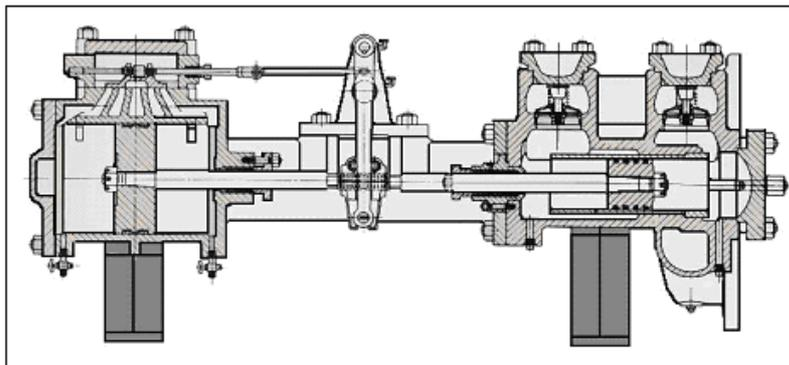

Figura 76 - Bomba Alternativa - Ação motriz (pistão de vapor)
- Movido **a vapor**, pode ser combinado, figura 76: